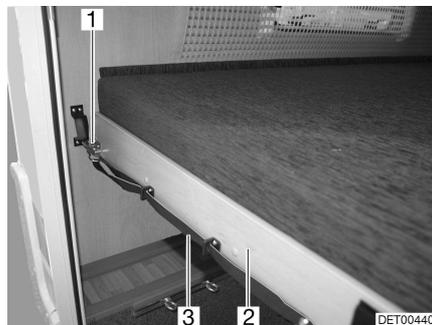

Bild 52 Etagenbett (Heck)
- An der Schlaufe (Bild 52,3) ziehen und den Riegel (Bild 52,1) lösen.
- Den Lattenrost (Bild 52,2) mit der Matratze nach vorn ziehen, bis er einrastet.